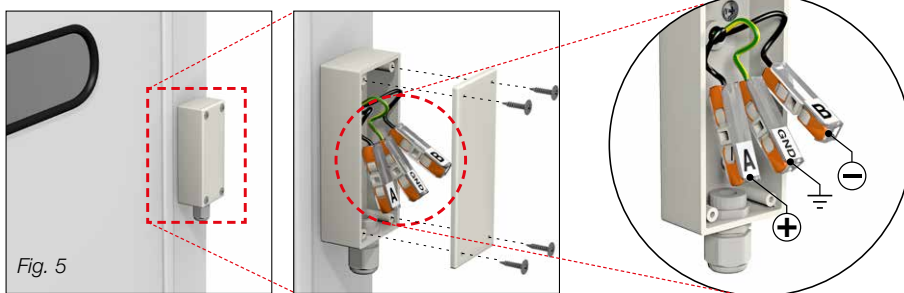

Fig. 1
- Ledningens avstick till avgasaren ska förses med avstängningsventiler. Avståndet mellan anslutningspunkter ska vara minst 300 mm. TTM NoXygen® M650 är endast tillåten att kopplas in i vattenburna värme- eller kylsystem utan kemiska tillsatser. (Fig. 1 och 2).
Anslut vattentillförsel till den högra ½"-anslutningen och förse ledningen med en avstängningsventil (Fig. 1 och 2).